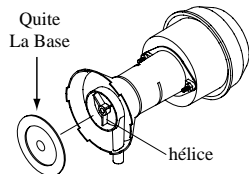

Fig. 9
- **Limpiar la bomba.** Es necesario limpiar la bomba una vez al principio de cada año. Por su propia seguridad, apague la unidad y desconecte el motor y la bomba de su montura. Quite la base de la bomba (véase fig. 9). Limpie la bomba. Dé le vuelta a la hélice para verificar que se mueve libremente. Quite el pico de la bomba y vea si está obstruido. Vuelva a colocar la base de la bomba. Coloque la bomba en la unidad y fíjela en su montura. Esto impedirá que se caiga la bomba al agua, lo que dañaría el motor. No se olvide de volver a conectar el tubo de agua a la bomba. La bomba contiene un depósito protector en caso de sobrecalentamiento (se apagará automáticamente).